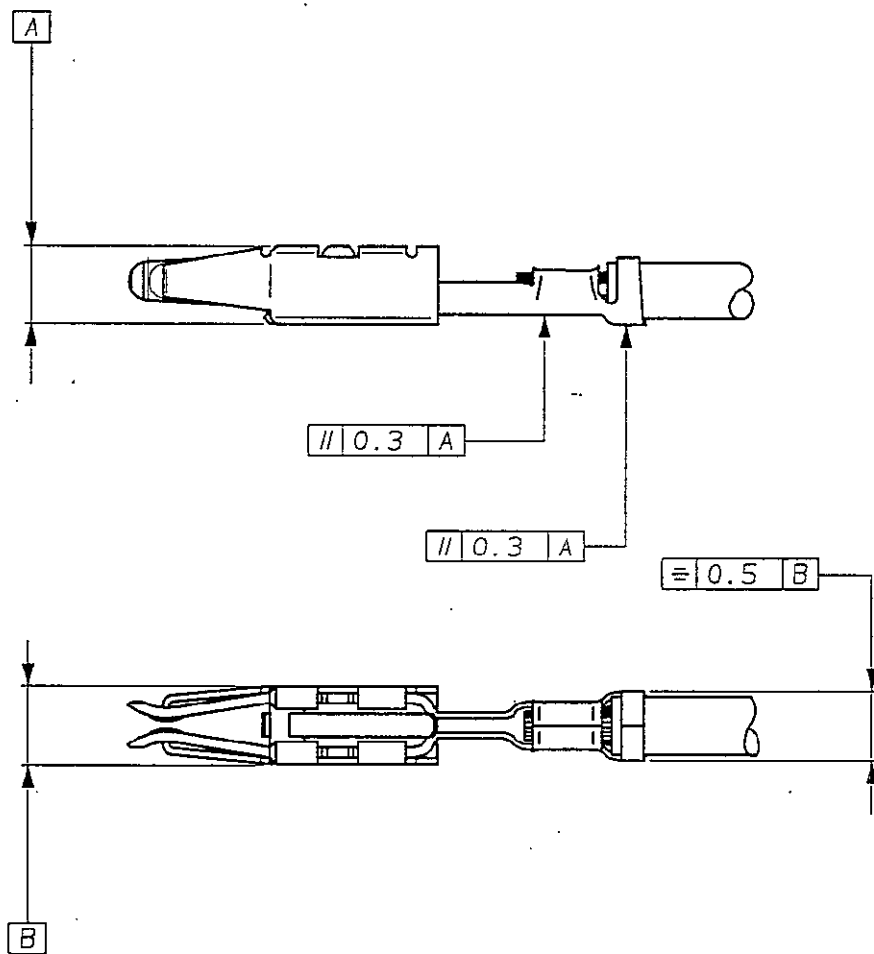

Bild 2
- Bild 2 : Form- und Lagetoleranzen für gecrimpte Kontakte
##### A Kontakte mit Isolationscrimp (siehe Bild 2)